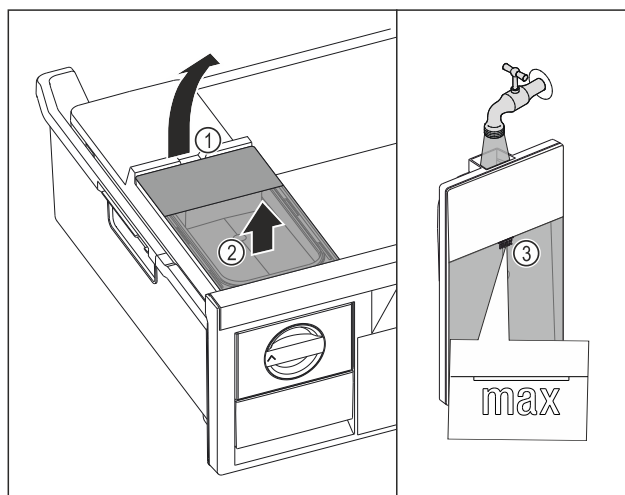

Fig. 156
- Ridicați rezervorul de apă de la degajare Fig. 156 (1).
- Scoateți rezervorul de apă în sus. Fig. 156 (2)
- Umpleți rezervorul de apă până la marcaj Fig. 156 (3) cu apă potabilă.